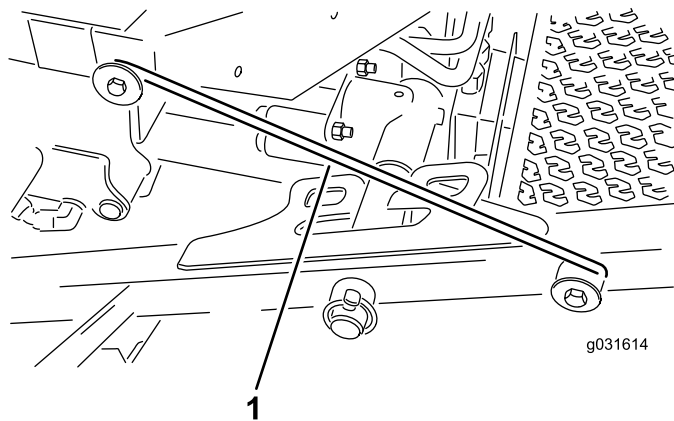

Figure 32
4. Dégagez la barre de verrouillage de son point d'accrochage sur le bâti porteur avant (Figure 32).
5. Soulevez l'extérieur des unités de coupe avant et placez le verrou sur la goupille du bâti à l'avant de la plate-forme de l'utilisateur (Figure 32).